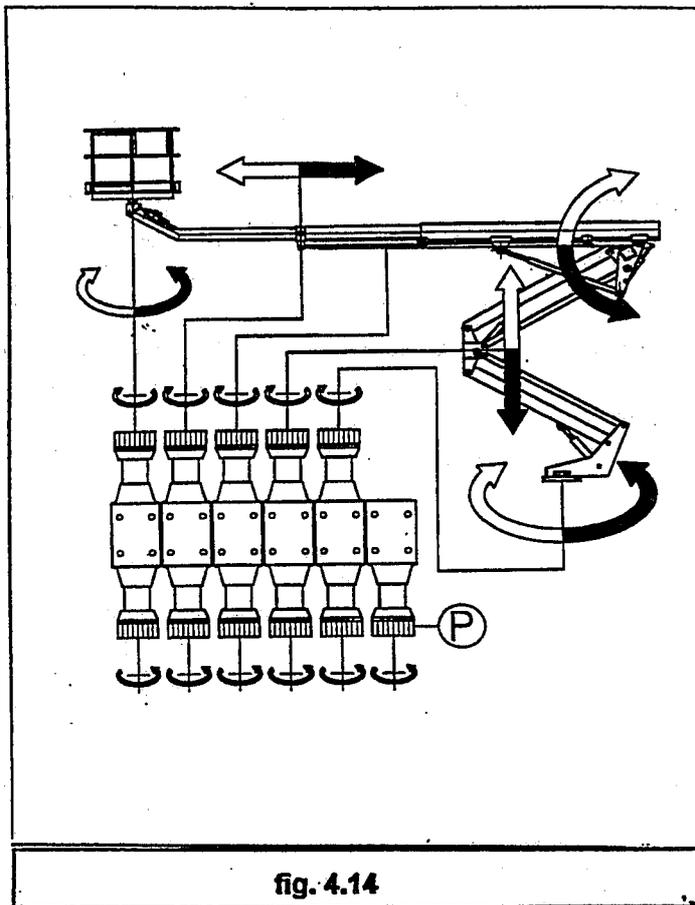

fig. 4.14
- 2 selezionare la manovra desiderata, agendo manualmente sui pomelli delle relative elettrovalvole (fig. 4.14),